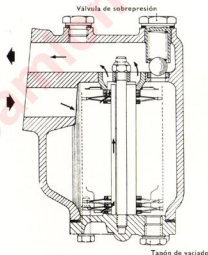

Fig. 2.4. - Filtro de aceite a presión
2.5 ENTRETENIMIENTO DEL DEPURADOR CENTRÍFUGO (fig. 2.4)